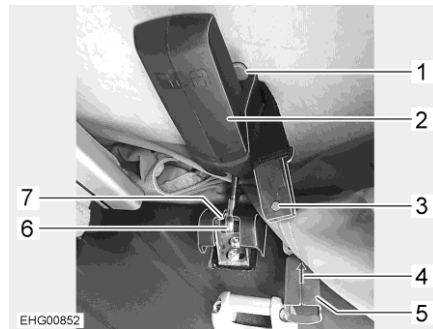

Bild 35 Verriegelung, Aufstelldach Heck (C 530)
- Bolzen (Bild 35,6) in Halterung (Bild 35,7) stecken.
- Schwarzen Griff (Aufschrift SCA) (Bild 35,2) nach oben drücken.
- Roten Hebel (Bild 35,1) nach unten drücken. Dadurch wird der schwarze Griff (Aufschrift SCA) (Bild 35,2) verriegelt.
- Auf beiden Seiten Schnappschloss (Bild 35,5) schließen. Dazu jeweils die beiden Teile des Schnappschlosses zusammenstecken und in Pfeilrichtung (Bild 35,4) übereinander schieben.